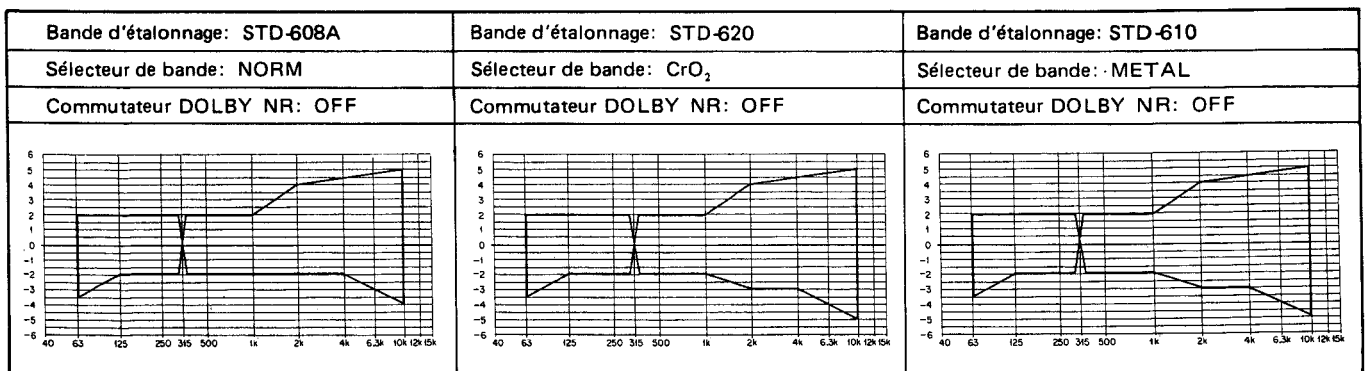

Fig. 6-10 Zone admissible de réponse en fréquence d'enregistrement et de lecture de mode de duplication
5. Charger la bande d'étalonnage STD-620 dans la platine II et répéter les étapes 2 et 3 pour s'assurer que la valeur se trouve dans les limites admissibles représentées sur la Fig. 6-10
7. Charger la bande d'étalonnage STD-610 dans la platine II et répéter les étapes 2 et 3 pour s'assurer que la valeur se trouve dans les limites admissibles représentées sur la Fig. 6-10